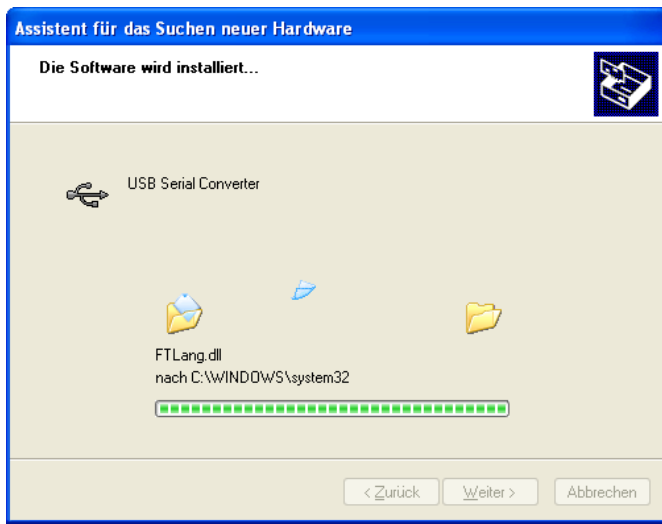

Figura 10.4
- La schermata della figura 10.4 mostra come Windows XP copia i file del driver.